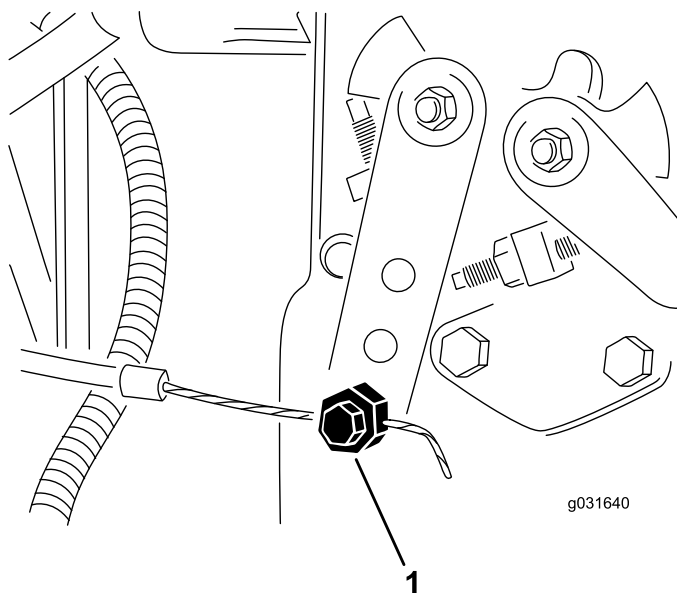

Figure 63
2. Desserrez le connecteur du câble d'accélérateur sur le bras du levier de la pompe d'injection (Figure 63).